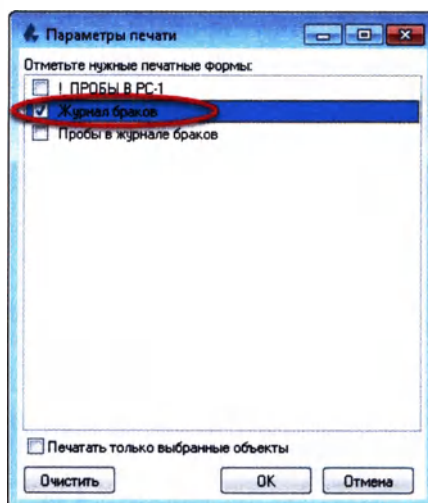

Рисунок 7.21
4. Выберите необходимую печатную отчетную форму (формы), например «Журнал браков» (Рисунок 7.21):